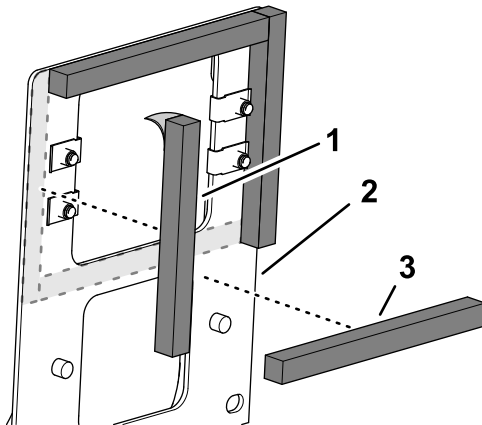

Bild 7
6. Entfernen Sie das Trägerband der vier Schaumstoffstreifen (**Bild 7**).
7. Bringen Sie auf der anderen Seite der Kraftstoffkühlerhalterung die vertikalen und horizontalen Schaumstoffstreifen an, wie in **Bild 7** dargestellt.